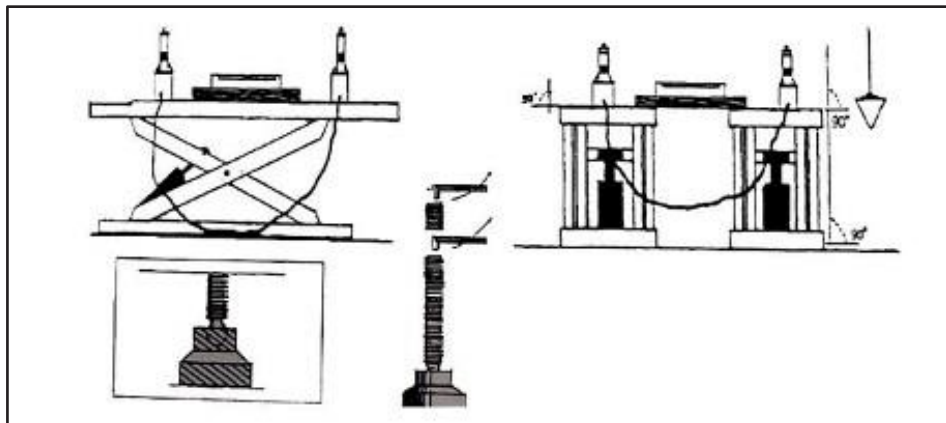

Рис. 23
- Проверьте передний, задний, левый и правый уровни плоскостей левой платформы и правой платформы с помощью прозрачной горизонтальной трубки или нивелира [Рис. 23].